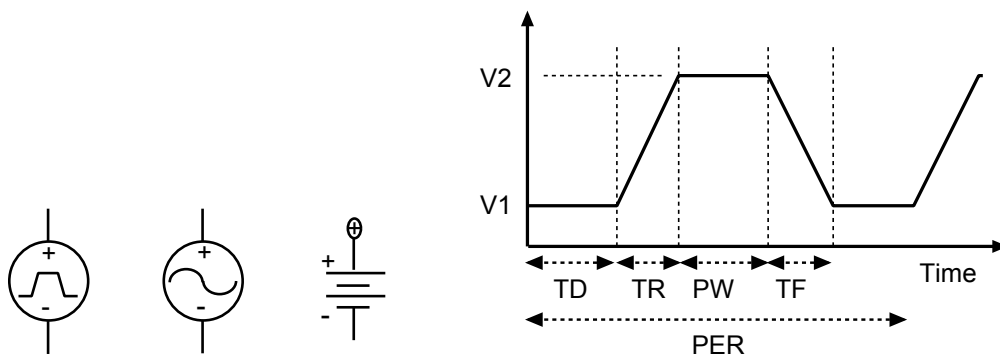

図5 左から、パルス電源 (VPULSE), 交流電源 (VSIN, VAC), 直流電源 (VDC) の記号とパルス電源の設定パラメータ
- 電源のパラメータも入力する。この実験で使うのは、パルス電圧源 (VPULSE), 交流電圧源 (VSIN または VAC), 直流電圧源 (VDC) の 3 種類で、パルス電源のパラメータは図 5 に示してある。VSIN はオフセット (VOFF), 振幅 (VAMPL), 周波数 (FREQ) の 3 つのパラメータを持つ。VDC は電圧値がパラメータである。